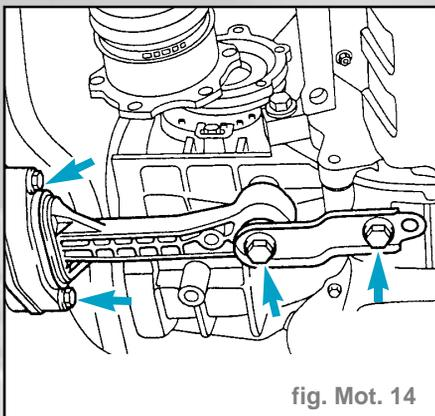

fig. Mot. 14
- Déposer le support pendulaire (flèches) (fig. mot. 14).